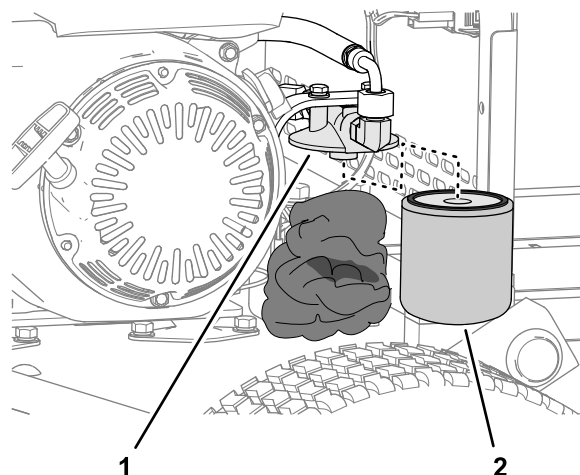

図 38
2. 油圧フィルタの下にウェスを詰める **図 38**。
3. 注意深く油圧フィルタを外す 図 38。
5. 新しい油圧フィルタをフィルタヘッドに取り付ける 図 38 ガスケットがフィルタヘッドに当たるまで手で回し、そこからさらに 3/4 回転締め付ける。